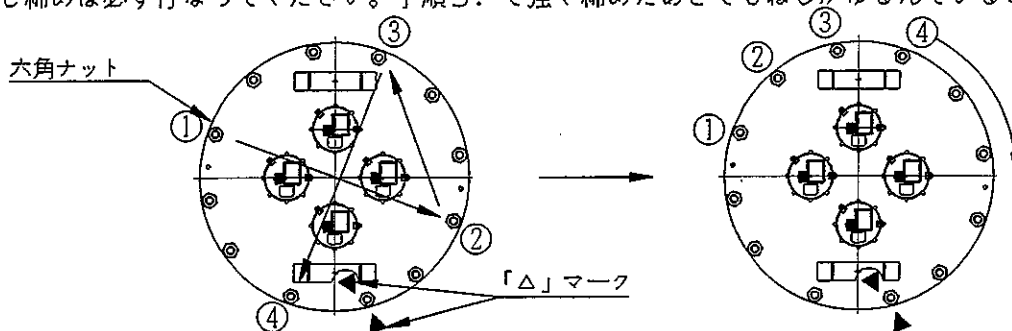

図10-3 六角ナットの取り付け
⑥ ろ過タンクフタの六角ナットを以下の手順を参照して締め付ける。
1. 図10-3のように4ヶ所を対角線の順で、軽く力を入れる程度に締め付ける。
3. 12ヶ所すべて取り付けたあと、図10-3のようにならんでいる順に1個ずつ強く締め付ける。